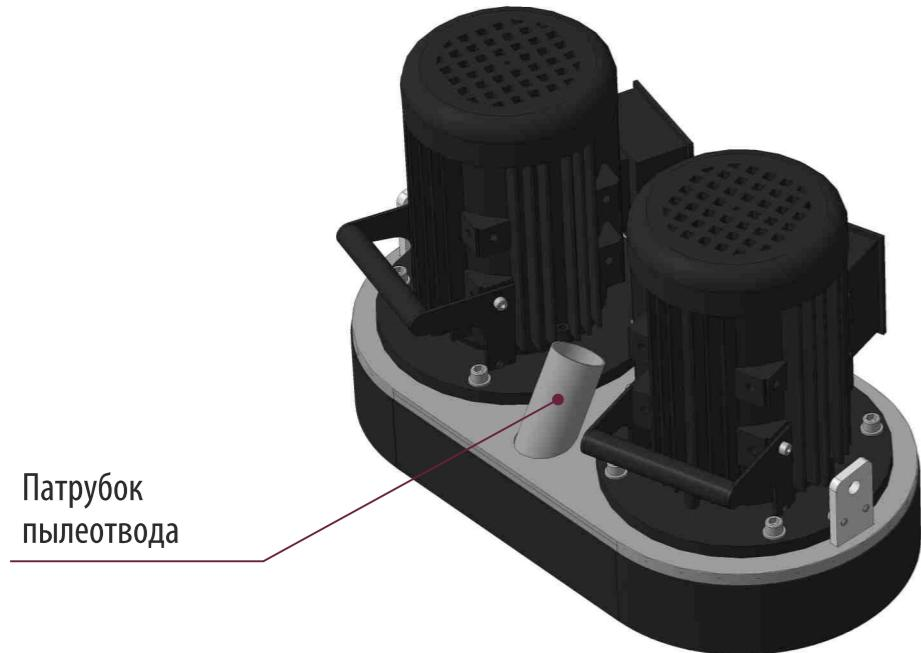

Рис.3 Подсоединение пылесоса
- Шланг пылесоса одевается на патрубок для отвода пыли, расположенный на рабочей части машины (Рис. 3) .